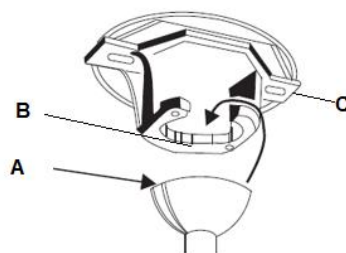

Fig. 4
Alce el conjunto del ventilador para colgarlo en el soporte de techo. Asegúrese de que la ranura de llave (A) de la junta esférica esté posicionada sobre la clavija de llave (B) del soporte de montaje (C) para evitar la rotación del ventilador cuando esté funcionando. (Fig. 4)